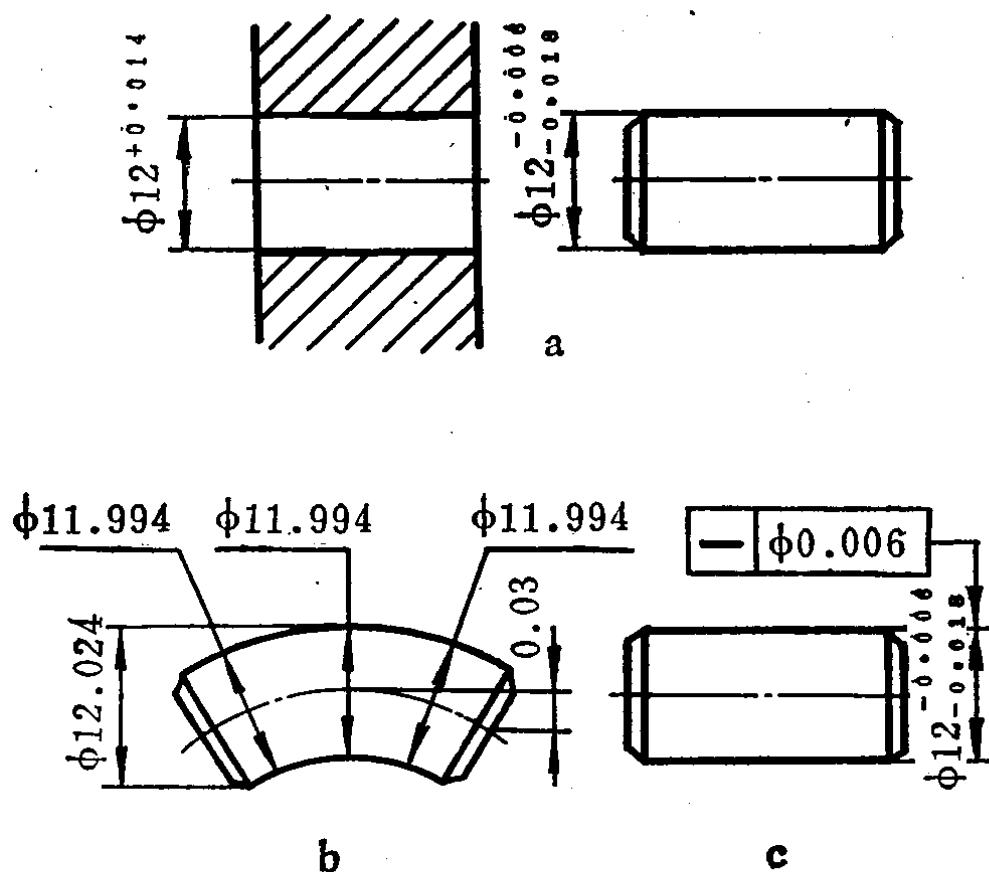

图 1
(1) **尺寸精度** 它是指零件加工以后尺寸的准确程度。如图 1 a，滚柱的直径 $\phi 12_{-0.018}^{+0.006}$ ，我们知道，这个尺寸的上偏差是 -0.006，下偏差是 -0.018，也就是说，加工出来的直径最大不能超过 $\phi 11.994$ ，最小不能小于 $\phi 11.982$ ，加工的滚柱尺寸只要在这两个尺寸之间就合格。这两个尺寸之间的范围，即 $11.994 - 11.982 = 0.012$ ，就叫公差。尺寸精度就是以公差大小来表示的，尺寸精度越高，公差越小；相反，如果精度低，公差就大。
指零件加工后，表面或其它几何形状的准确程度。我们仍以图 1 为例，假如滚柱加工后，成为图 1 b 的样子。从尺寸精度方面来检验，处处都是 $\phi 11.994$ ，说明尺寸合格。但拿它与图 1 a 中的孔 $\phi 12^{+0.014}$ 相配时，却装不进去。按理说尺寸已经合格的零件，是应该能够装配于 $\phi 12^{+0.014}$ 的孔中的，但为什么装不进去呢？经检验发现，是因为滚柱弯曲了，所以装不进去。这就说明，滚柱的尺寸精度虽然合格了，但由于“形状”上的精度不合格而影响了零件的质量。由此可见，对滚柱仅仅保证尺寸上的公差要求还不够，还必须保证形状上的精度要求。就是说对滚柱轴线的几何形状（直线